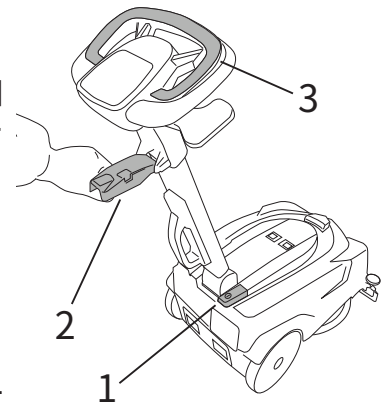

Fig.16
- メインスイッチを押します(図16、参照1)。
- レバーを操作してスキージを下げます(図16、参照2)。
- ブラシコントロールレバーを押し付けます(図16、参照3)。
- レバーを使用してスキージを上げます(図16、参照2)。